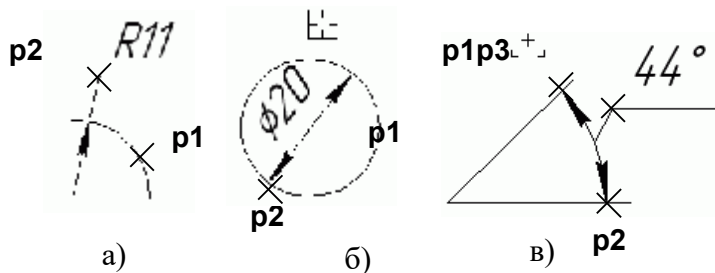

Рис. 2.10. Нанесение размеров дуги, диаметра окружности и углового размера
на изображении дуги или окружности – точка **p1** (рис. 2.10а, б);
3) указать графическим курсором точку, определяющую положение размерной линии - точка **p2** (рис. 2.10а, б).
- 2) указать графическим курсором точку на изображении первой прямой – точка **p1** (рис. 2.10в);
- 3) указать графическим курсором точку на изображении второй прямой – точка **p2** (рис. 2.10в);
- 4) указать графическим курсором точку, определяющую положение размерной линии – точка **p3** (рис. 2.10в).